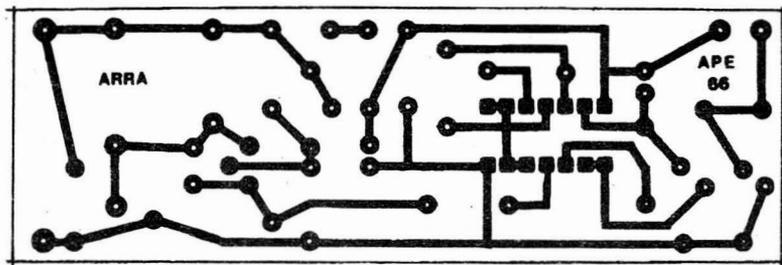

Fig. 2
- **FIG. 2 - LAY OUT DO CIRCUITO IMPRESSO ESPECÍFICO** - A placa não tem grandes complicações de desenho, e o seu lay out (em tamanho natural, no diagrama...) pode ser facilmente reproduzido sobre a face cobreada de um fenolite virgem nas convenientes dimensões... Embora seja perfeitamente possível a traçagem manual, com caneta (até do tipo descartável...), a presença do integrado recomenda o uso de decalques apropriados de modo a se obter um resultado estética e eletricamente perfeito, de nível profissional... Aos leitores/hobbystas que ainda se sintam in-